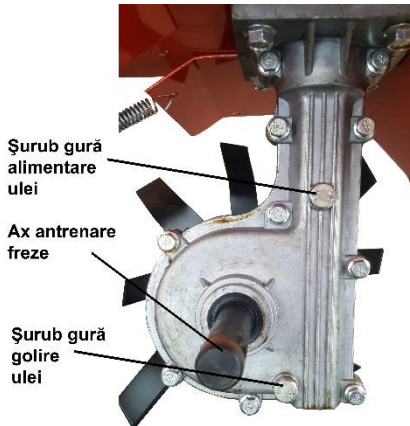

Fig. 3
Se desfilează șurubul de alimentare cu ulei al reductorului (Fig.3) și se alimentează cu ulei de transmisie RURIS G-Tronic, până la nivelul orificiului filetat (aprox. 0,33L). Infiletați apoi șurubul la loc, stergeți și verificați să nu fie scurgeri de ulei.
-Se desfiletează surubul gurii de golire de la reductor(Fig.3)